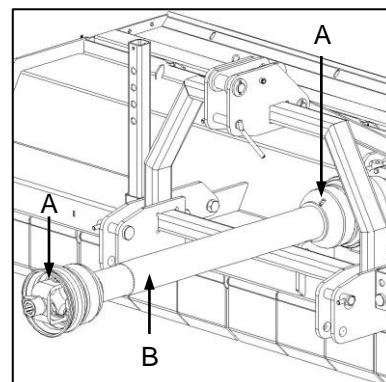

Fig. 10
- ✓ Apply grease to the universal joints (Fig. 10-A) and telescopic tubes (Fig. 10-B) of the PTO shaft.
- ✓ Ghries die kruiskoppelings (Fig. 10-A) en teleskopiese buise (Fig. 10-B) van die kragaftakkeras.